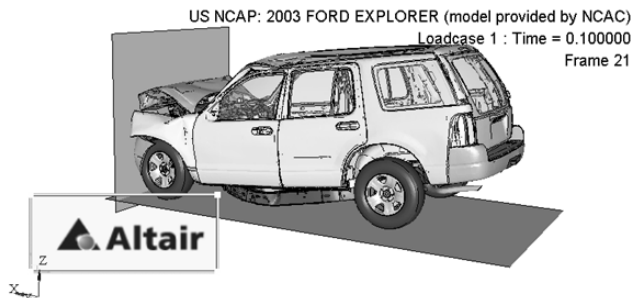

图 13-68 导入图片
(1) 载入文件 explorer.h3d。
- (2) 单击 Annotations 工具栏的 Image Plane () 按钮打开该对话框。
- (3) 激活下拉菜单，将 Type 设置为 2D。
- (4) 在 Label 框中输入 Altair。
- (5) 单击 () 按钮选择图片文件 altair.png 并打开，如图 13-68 所示。